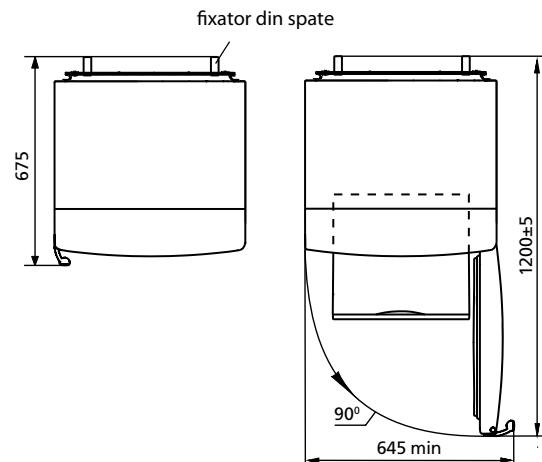

Figura 2 – Frigidier (vedere de sus)
1.4 Spatiul total, necesar pentru exploatarea frigidierului este determinat de dimensiunile indicate în figura 2 în milimetri. Pentru extragerea liberă a componentelor din frigidier trebuie să deschide ușile camerei la un unghi de cel puțin 90°. Pentru a evita deteriorarea, ușile nu trebuie lăsate să se deschidă mai mult de 180°.